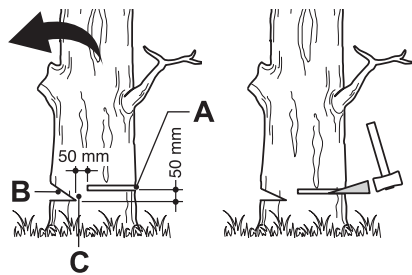

Fig.29
Effectuez une entaille (Fig. 29, B) d'une profondeur égale à 1/3 du diamètre de l'arbre, perpendiculairement au sens de la chute (Fig. 29). Faites la coupe horizontale en premier. Ainsi, la chaîne et le guide-chaîne ne risqueront pas d'être coincés dans le bois lorsque vous ferez la deuxième entaille.
1. Le trait d'abattage (Fig. 29, A) doit être situé au moins 5 cm au-dessus de la ligne horizontale de l'entaille d'abattage (Fig. 29), et il doit être strictement parallèle à celle-ci. Laissez entre l'entaille et le trait d'abattage une épaisseur de bois assez conséquente pour pouvoir constituer une charnière. La charnière (Fig. 29, C) a pour but d'éviter que l'arbre ne pivote et tombe dans la mauvaise direction. Ne la coupez pas.